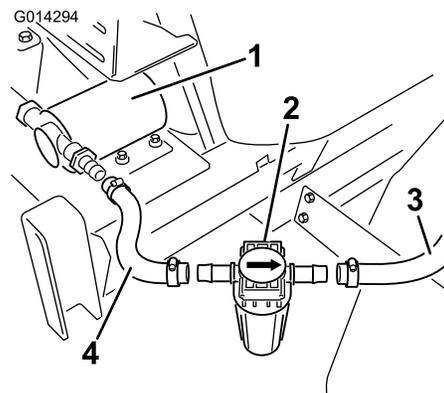

図 23
2. ポンプからきているホースとすすぎノズルへ行くホースとの間にフィルタを取り付ける（図 23）。